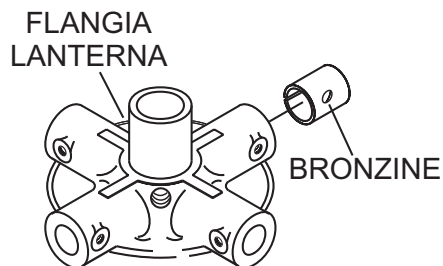

Figura 33. Bronzine
4. Esaminare la bronzina installata nel braccio della macchina (figura 33) e, se necessario, pulirla. Sostituire la bronzina se è deformata o usurata.